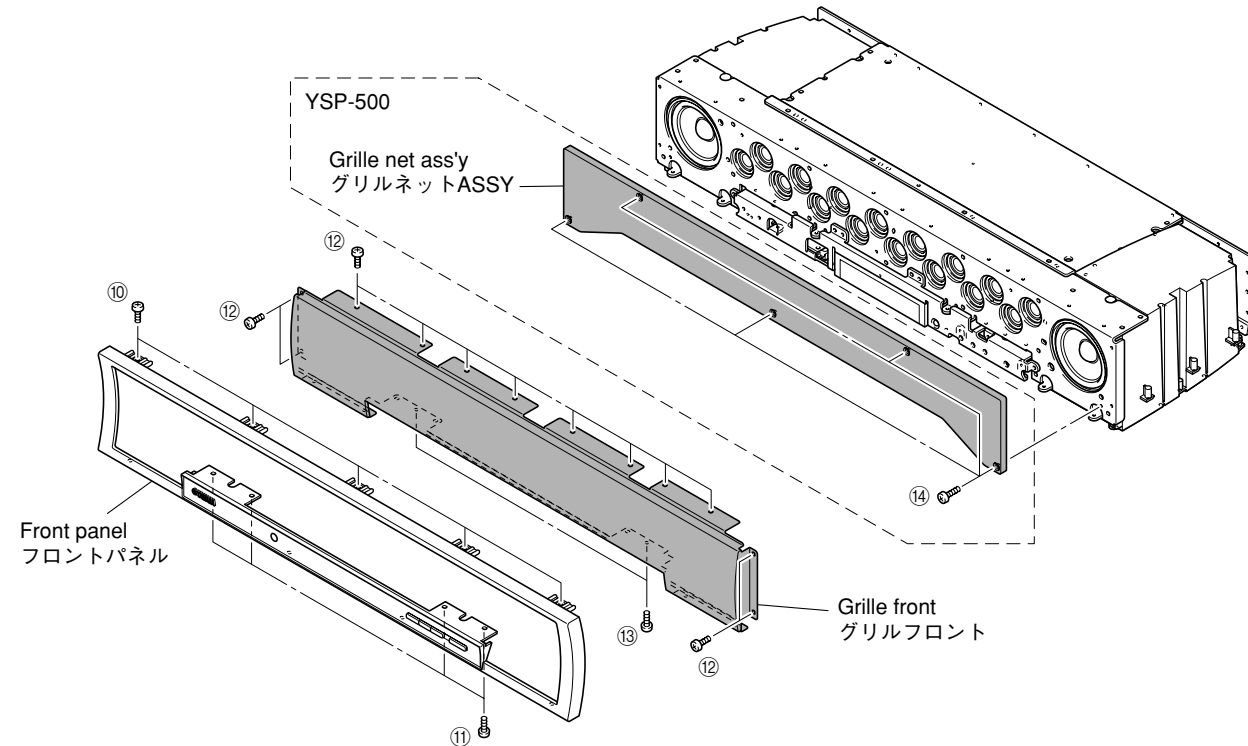

Fig. 3
- a. Remove 5 screws (10) and 4 screws (11). (Fig. 3)
- b. Remove the front panel forward. (Fig. 3)
- c. Remove 12 screws (12) and 2 screws (13). (Fig. 3)
- d. Remove the grille front forward. (Fig. 3)
- a. Remove 5 screws (14) and then remove the grille net ass'y. (Fig. 3)
- a. ⑩のネジ5本、⑪のネジ4本を外します。(Fig. 3)
- b. フロントパネルを前方へ取り外します。(Fig. 3)
- c. ⑫のネジ12本、⑬のネジ2本を取り外します。(Fig. 3)
- d. グリルフロントを前方へ取り外します。(Fig. 3)
- a. ⑭のネジ5本を外し、グリルネットASSYを取り外します。(Fig. 3)